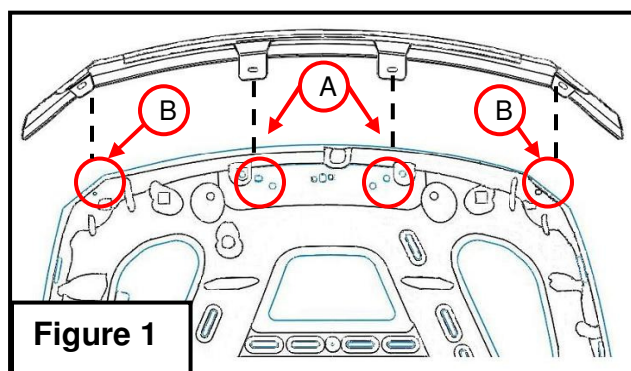

Figure 1
2. Trial fit Hood Shield by aligning the mounting holes of the Hood Shield with the matching holes in the hood. (Figure 1)
3. Attach supplied hardware to hood shield. Use figure 1 and 2 as a guide for proper hardware placement.
4. Re-fit Hood Shield to the factory hood by aligning the rubber well nuts up with the factory slots. (Figure 1) Attach Hood Shield to the vehicle by installing the center mounting point first and working outwards. Tighten screws just enough to hold hood shield in place.
2. Faites un essai d'ajustement du protecteur de capot en alignant les trous de montage avec les trous correspondant dans le capot. (**Figure 1**)
4. Réinstallez le protecteur sur le capot original en alignant les écrou-douille avec les fentes du capot. (**Figure 1**) Fixez le protecteur de capot au véhicule en installant le point de fixation central en premier et en continuant vers les extrémités. Serrez les écrous justes assez pour retenir le protecteur en place.